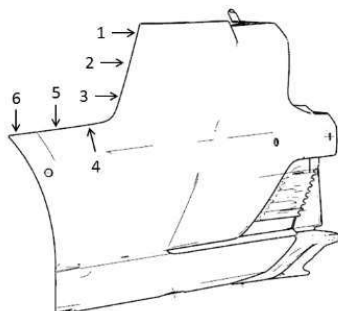

图 2-1-3 后保总成的拆解卡角顺序图（安装卡角与该顺序相反）
(2) 用十字起拆除后保左右与侧围钣金、后轮挡泥板连接的自攻钉 B（左右各 1 颗）、C（左右各 2 颗）。
(3) 将保险杠两侧末端处与后保险杠左右连接支架配合的部分向外拉，卡角拆解顺序如图 2-1-3 示，然后由两人从中部两侧将保险杠向外拉动一小段距离，使保险杠翻边刚好脱出后大灯面即可，再将前保背部的电器接插件断开，最后将后保险杠整体取下。
(4) 按照与拆卸相反的顺序安装后保险杠。